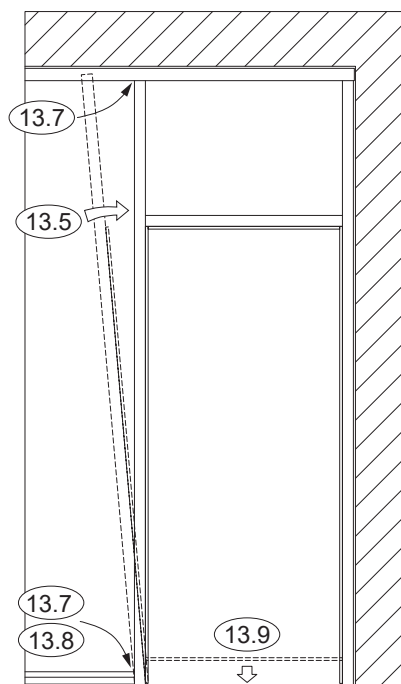

Figura 13.5
13.5. Ensamble la jamba de la puerta izquierda. Consulte la **Figura 13.5**.